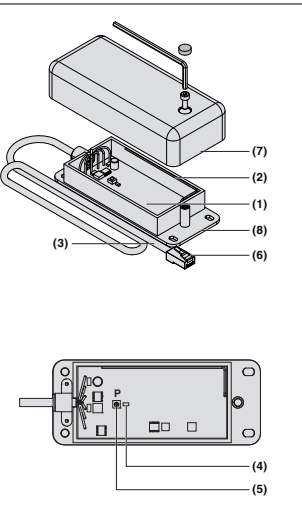

Fig. 1
2.1 Receiver BDH340-1 (fig. 1)
2.1 Mottagare BDH340-1 (fig. 1)